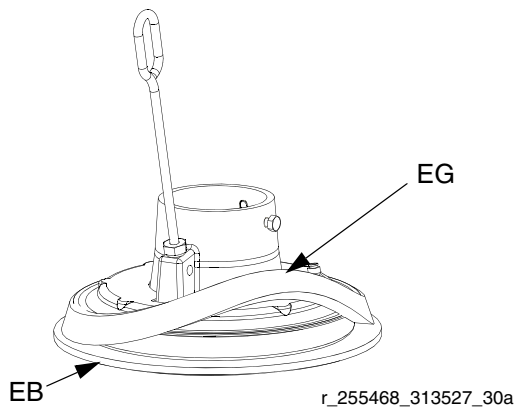

FIG.12 : Glisser l'entretoise
2. Ensuite, saisir l'entretoise (EG) à la main et la sortir du plateau, en la rabattant par dessus le bord et les racleurs inférieurs (EB). Voir FIG.12.
3. Conserver l'entretoise (EG), car elle peut resservir pour d'autres applications.
1. Vérifiez que le côté le plus grand de l'entretoise (EG) soit face au **sol**. Soulevez l'entretoise (EG) à la main jusqu'à ce qu'elle soit complètement au-dessus du rebord du plateau. Voir FIG.12.